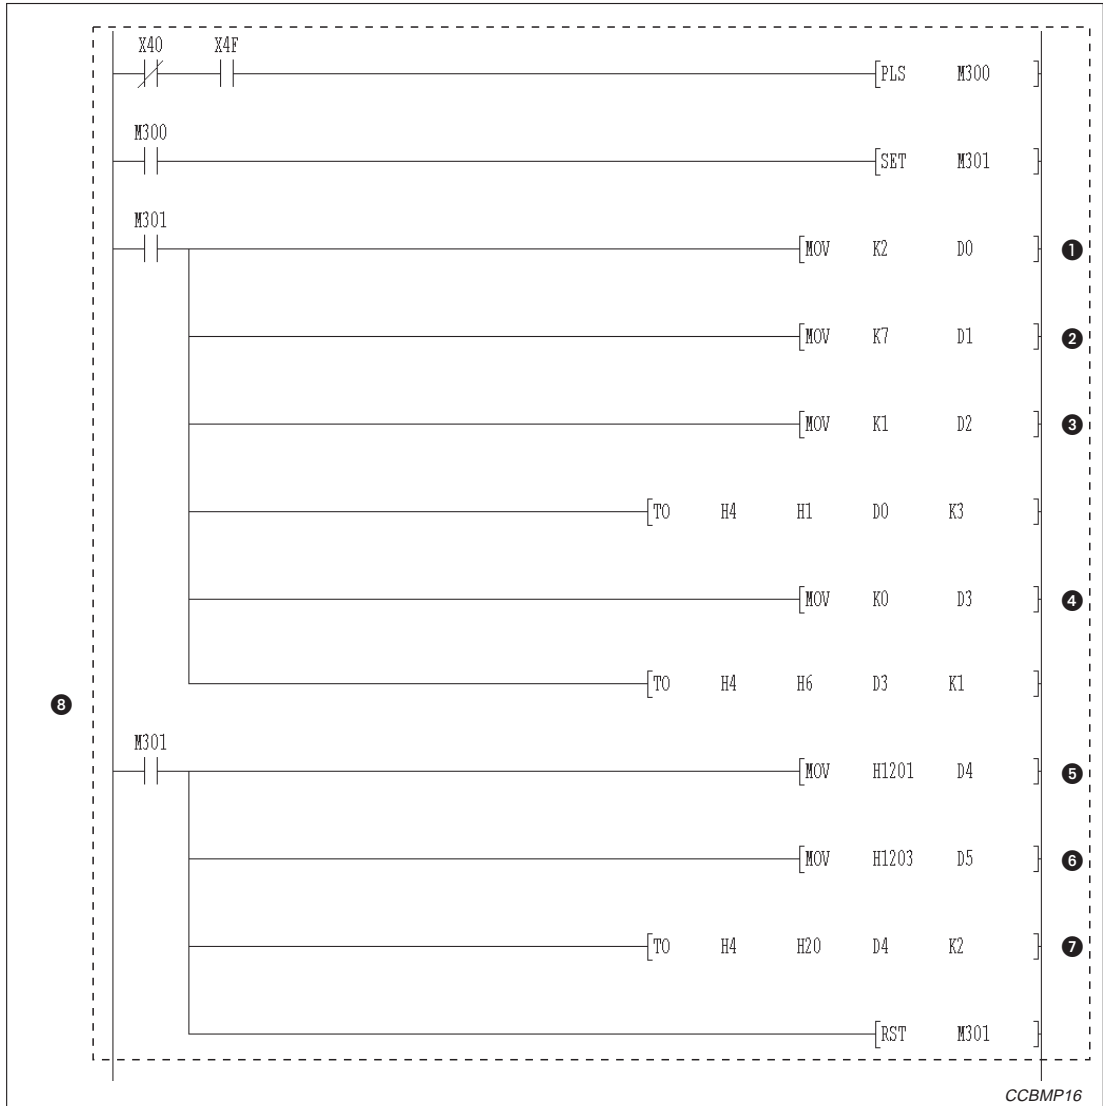

Abb. 12-4: Parametrierung während der Inbetriebnahme (1)
①	Anzahl der angeschlossenen Stationen
②	Anzahl der Wiederholungen
③	Anzahl der Stationen mit automatischer Eingliederung
④	Verhalten bei einem Stopp der CPU der SPS
⑤	AJ65BT-64AD (Station Nr.1)
⑥	AJ65BT-64DAV (Stationr.3)
⑦	Stationsinformationen
⑧	Einstellung der Parameter
**Tab. 12-4** Erläuterung zum Beispielprogramm (Abb. 12-4)